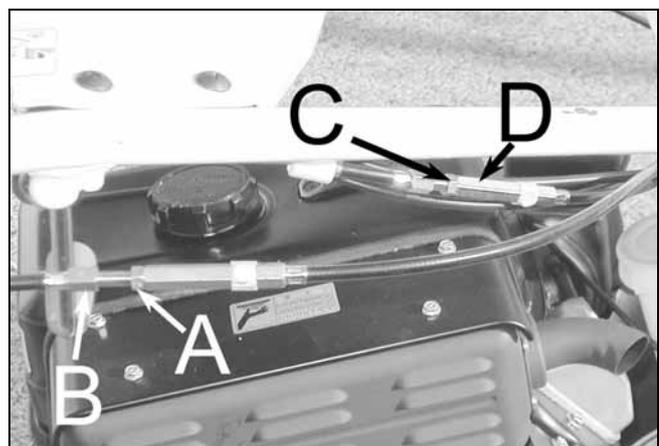

Figura 25
Cavi comando frizioni di sterzo (Figura 25)
- Allentare il controdado (A o C, Figura 25).
- Avvitare o svitare secondo necessità il registro a vite (B o D, Figura 25)
- Ultimata la registrazione, stringere nuovamente il controdado (A o C, Figura 25).